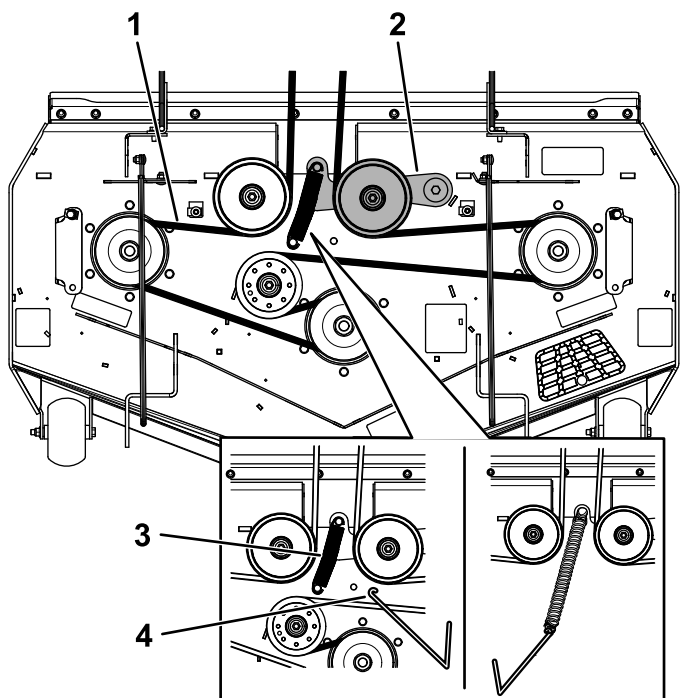

Figure 61
6. À l'aide d'un outil de dépose de ressort (réf. Toro 92-5771), décrochez le ressort de tension du crochet sur le plateau pour éliminer la tension sur la poulie de tension (Figure 61).
8. Installez la nouvelle courroie sur les poulies (Figure 61).
9. Accrochez le ressort de la poulie de tension sur l'ergot du plateau (Figure 61).